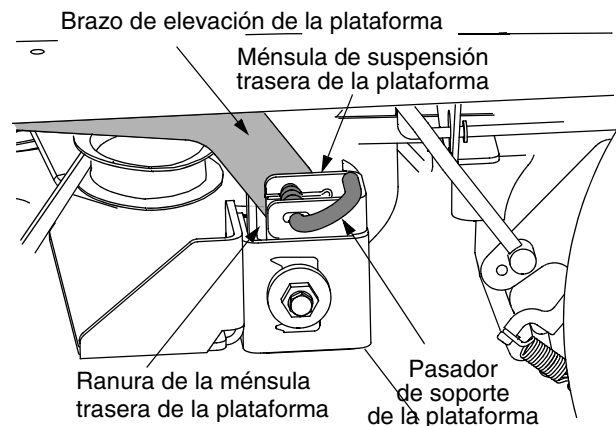

Figura 31
- 5. Ubique los pasadores de soporte de la plataforma del lado izquierdo y del lado derecho que se encuentran a cada lado de la plataforma. Tire de los pasadores de soporte de la plataforma hacia afuera y fíjelos en posición desenganchada para liberar la plataforma de los brazos de elevación izquierdo y derecho del tractor. Vea Figura 31.
- Maniobre con la plataforma de modo que las ranuras de las dos ménsulas de suspensión traseras de la plataforma se alineen aproximadamente con los brazos de elevación de la plataforma del tractor. Consulte la Figura 31.
- Tire de los pasadores de soporte de la plataforma hacia afuera y maniobre con la plataforma según sea necesario para alinear los orificios del brazo de elevación de la plataforma con los pasadores. Consulte la Figura 31.